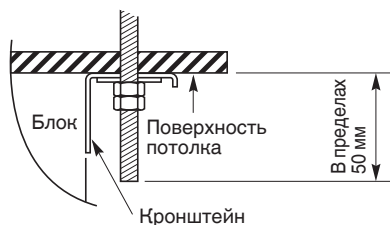

Рис. 3-13
- (5) Закрутите подвесные болты таким образом, чтобы они выступали из потолка (Рис. 3-11 и 3-12). Длина выступающей части болта не должна превышать 50 мм. (Рис. 3-13)